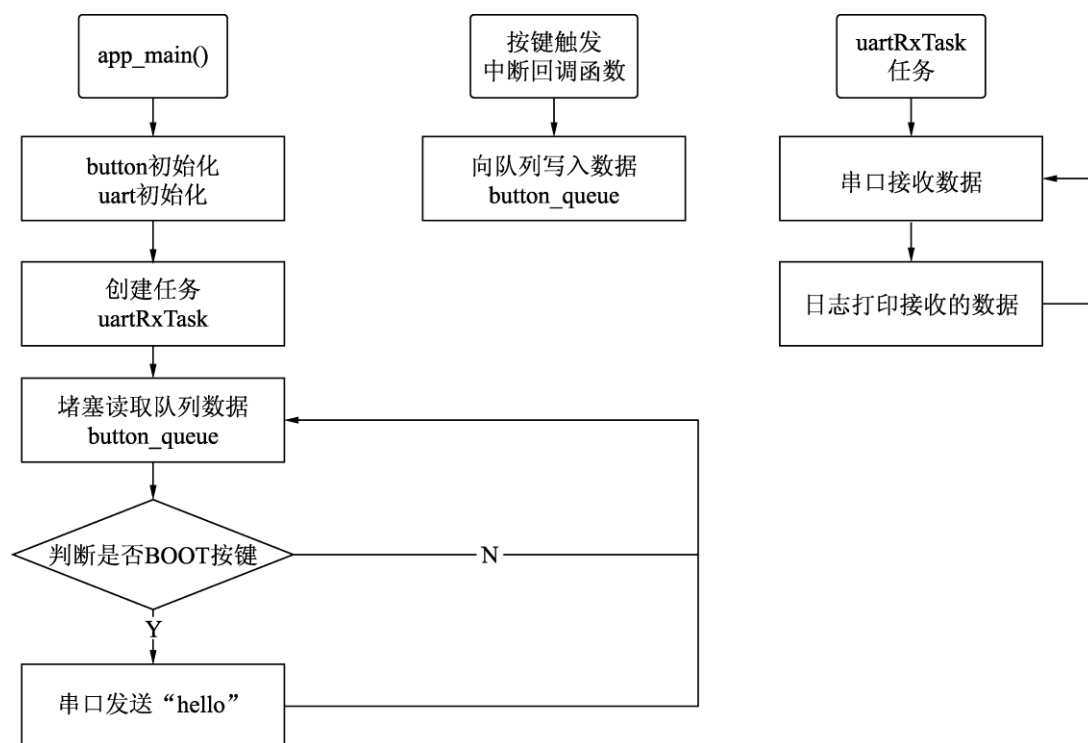

图 3.18 通过 UART 串口实现与计算机通信的程序流程
- `main.c`: 程序流程如图 3.18 所示, 在应用程序的入口 `app_main()` 函数中完成按键初始化、串口初始化和创建 `uartRxTask` 任务。